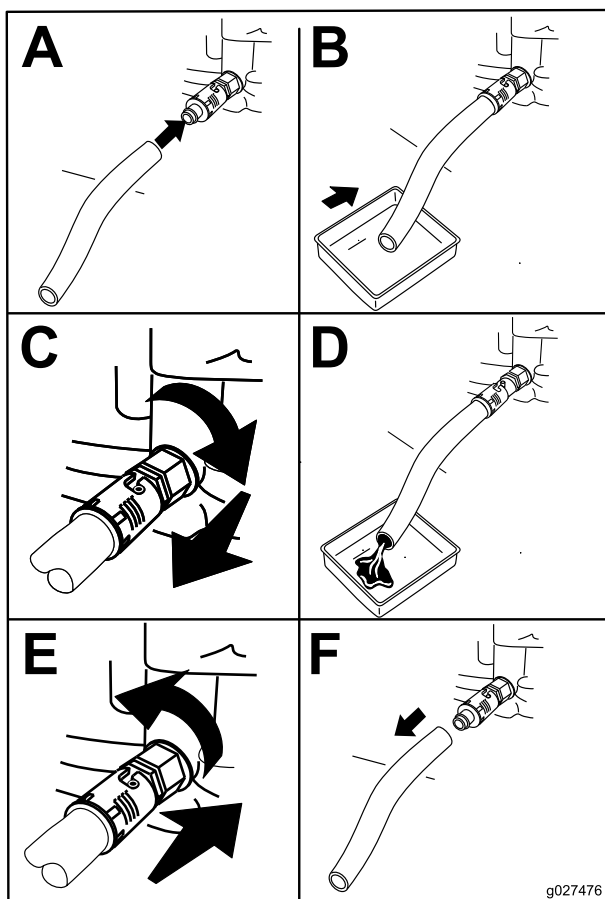

Figura 24
- Drene el aceite del motor (Figura 24).